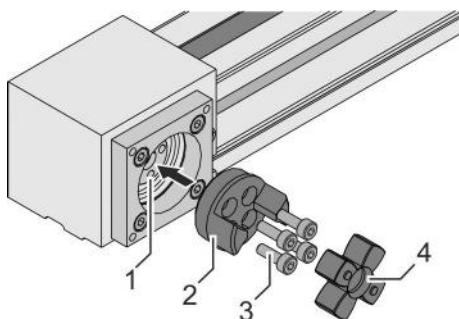

Abb. 25: Schraubnaben montieren
3. ► Schraubnaben (Abb. 25/2) auf die Zahnriemenwellen (Abb. 25/1) beider Lineareinheiten setzen.
4. ► Jeweils 4 Schrauben (Abb. 25/3) diagonal im Wechsel festziehen:
5. ► Zahnkränze (Abb. 25/4) in die Schraubnaben einsetzen.